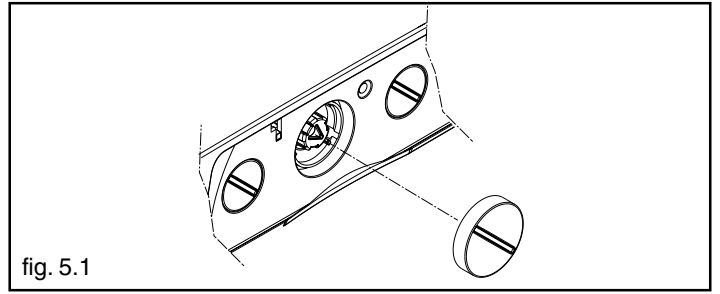

fig. 5.1
- togliere la manopola centrale, tirandola verso l'esterno (fig. 5.1)